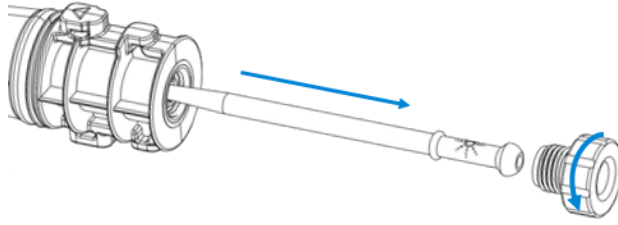

Figure 7 Dévissez l'écrou de verrouillage et retirez l'injecteur
2. Dévissez l'écrou de verrouillage du corps de la torche et retirez l'injecteur en tirant délicatement sur l'embout hémisphérique, comme illustré à la Figure 7.